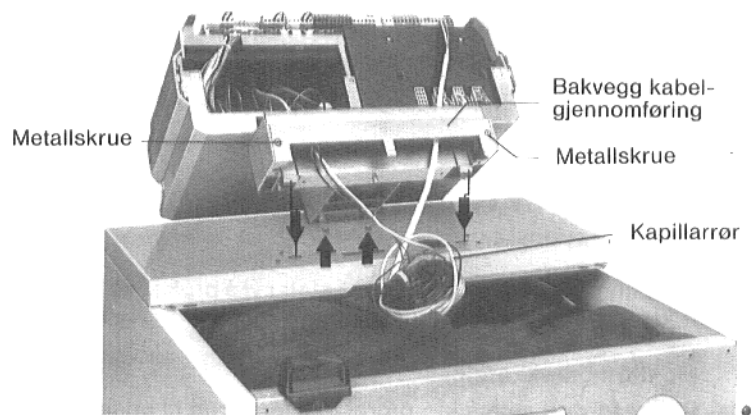

Fig. 17
Kontrollpanelet HS 3220 festes ved å feste 4 haker i 4 borer på fremre topp-plate. (Fig. 17).
9.3 De to metallskruene skrues ut av klemmedekselet og bakveggen til kabelgjennomføringen og dekselet tas av (Fig. 17 og 20).
9.6 Kontrollpanelet plasseres slik at innskyvningshakene griper inn i de ovale boringene, deretter trekkes kontrollpanelet fremover og vippes så bakover til de to elastiske hakene på høyre og venstre side går i inngrep (Fig. 17).
9.14 Klemmedekselet og bakveggen til kabelgjennomføringen skrues på kontrollpaneloverdelen hhv. – sokkelen hver med 2 metallskruer (Fig. 17 og 20).